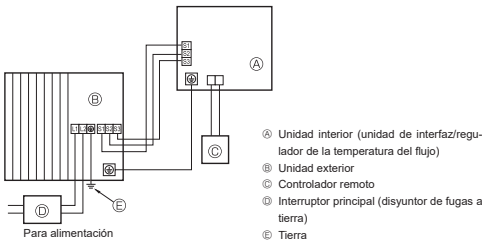

Fig. 7-1
7.1. Unidad exterior (Fig. 7-1, Fig. 7-2)
- ① Extraiga el panel de servicio.
- ② Tienda los cables de acuerdo con la Fig. 7-1 y la Fig. 7-2.